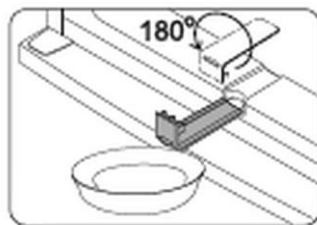

Fig. 7
1. Dra ut rännan för uppsamling av kondens, vrid den 180° och häng upp den igen (fig. 7).